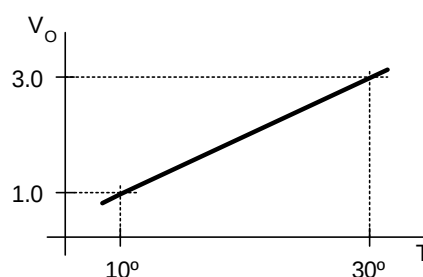

Figura 1. a) Circuit per a la mesura de temperatura. b) Material disponible i comportament esperat
a) El model de termistor utilitzat en aquesta pràctica és el RS 198-927 i es vol treballar en un rang de temperatures comprès entre 10°C i 30°C. Considerant el bloc A del circuit de la figura 1, calculeu el valor de la resistència R sèrie que s'ha de connectar a la NTC per tal que la dependència de V_s amb la temperatura sigui el més lineal possible.
a) Munteu el circuit de la figura 1 (excepte la part corresponent al bloc A), és a dir V_s serà una entrada externa. Ajustau el potenciòmetre R_3 al valor de resistència calculat a l'apartat anterior i el potenciòmetre R_1 de manera que tengueu el valor de V_1 calculat.